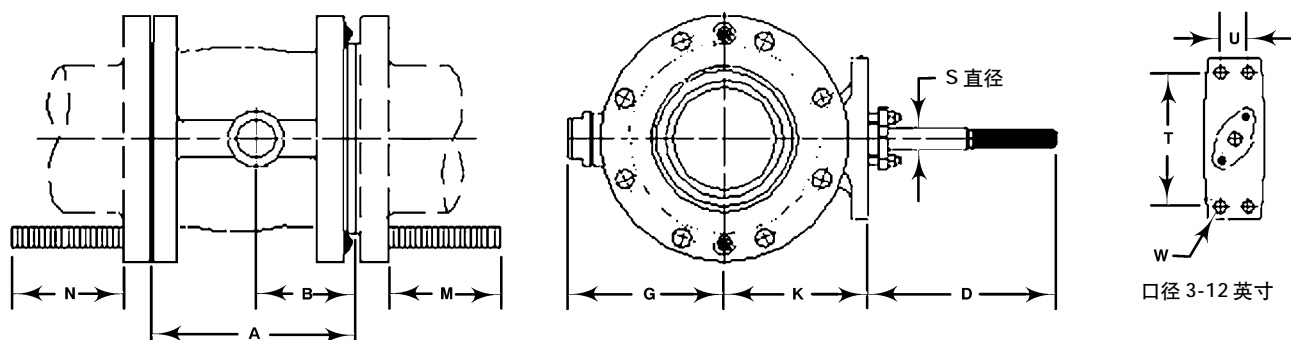

图 4. V150S 外形尺寸 (见表 4)
3. 要用特制的填料拆卸工具拆卸填料部件（见图 4 和件号 15 和 14），以防损坏填料函孔壁和驱动轴表面。